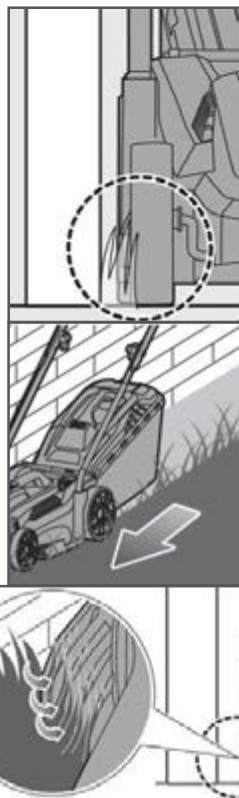

Рис. 13 Положение газонокосилки при кошении у стены.
9. Будьте осторожны при кошении травы у таких препятствий, как ограждение, стена и т.п. Защитные выступы на корпусе газонокосилки позволяют сделать это аккуратно (Рис. 13).
2. Поверните газонокосилку на бок и щеткой с мягкой щетиной очистите нож и внутреннюю поверхность деки (Рис. 13).